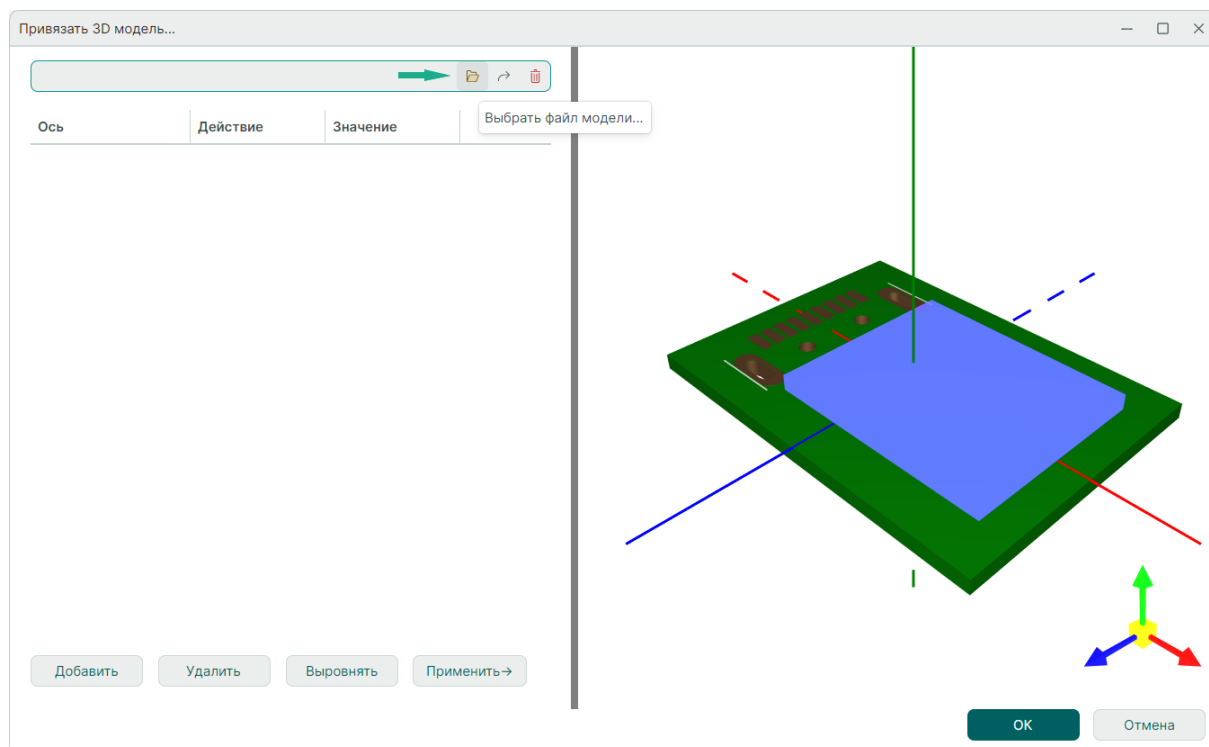

Рис. 162 Выбор файла 3D модели
3. В окне «Привязать 3D модель» заполните необходимые поля, см. Рис. 162.
В поле «3D модель» укажите полное имя файла. Для открытия окна проводника нажмите на символ , см. Рис. 162.